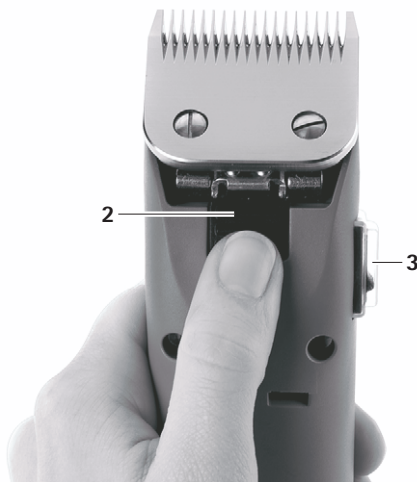

図 4
- オン/オフスイッチ **3** を下に押してヘアカッター FAV5 の電源を切ります、を参照してください 図 4。
- カッターヘッドロック **2** を押します、を参照してください 図 4。